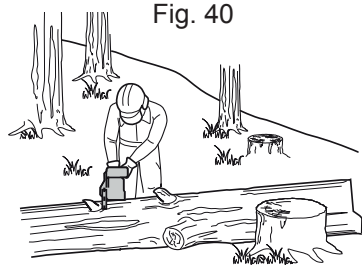

Fig. 41
- > Lorsque vous débitez un tronc sur un terrain en pente, placez-vous toujours en amont du tronc (Fig. 41). Lorsque vous coupez toute la largeur d'un tronc en une seule fois, relâchez la pression à la fin de la coupe, mais sans desserrer les poignées, afin de garder le contrôle de l'appareil pendant toute l'opération. Faites attention à ce que la scie ne touche jamais le sol. À la fin de la coupe, attendez l'arrêt complet de la chaîne avant de bouger l'appareil. Coupez toujours le moteur avant de passer d'un arbre à un autre.